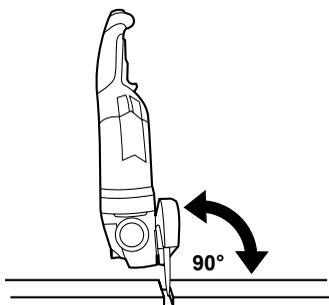

Fig. 20
2. Segure o produto de forma a que a roda de corte fique a um ângulo de 90° relativamente à peça de trabalho (Fig. 20).